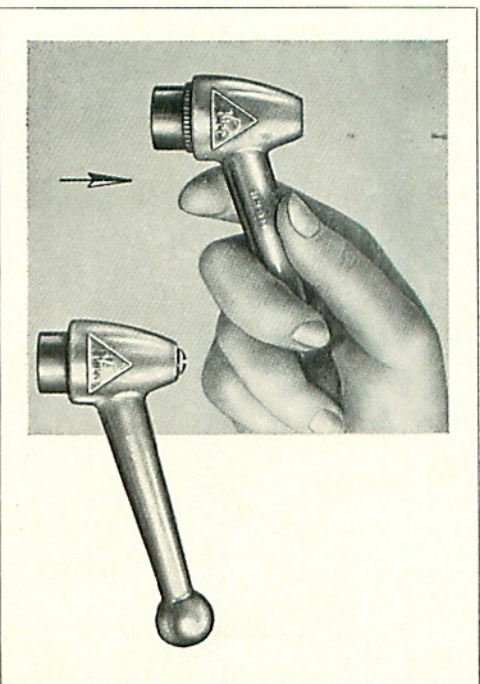

Bild 4
- 5) Remove the two clamping levers (Fig. 4), the cover plate (Fig. 31, item 65) and the protecting hood (item 55) from saw carriage.
- 7) Screw on the two clamping levers (Fig. 4), the cover plate and the protecting hood. For position of clamping lever refer to Fig. 4 and description.
- 5) Dévisser et enlever les deux manettes de serrage (Fig. 4), le couvercle de tôle (Fig. 32, pos. 65) ainsi que le capot de protection (pos. 55).
- 7) Remonter les deux manettes de serrage (Fig. 4) et revisser le couvercle de tôle ainsi que le capot de protection. Pour la position des deux manettes de serrage, voir Fig. 4 et «Description».
- 5) Am Sägewagen die beiden Klemmhebel (Bild 4), das Abdeckblech (Bild 31 Pos. 65) und die Schutzhaube (Pos. 55) abnehmen.
- 7) Die beiden Klemmhebel (Bild 4), Abdeckblech und Schutzhaube anschrauben. Stellung der Klemmhebel siehe Bild 4 und Beschreibung.